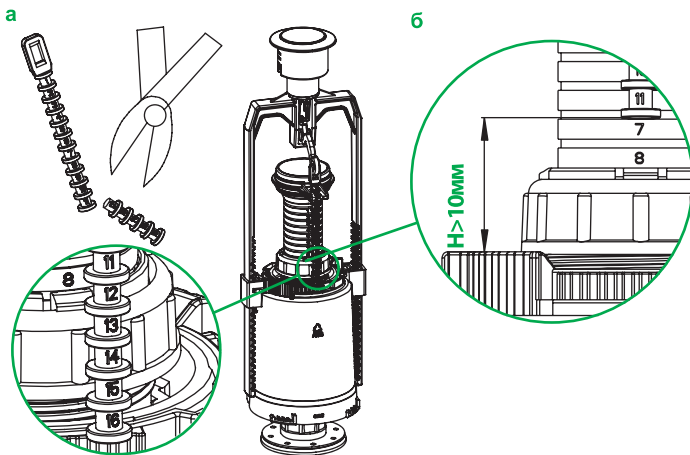

Рис. 12 / 12-сур.
7. Лишнюю длину тяги удалите с помощью кусачек (рис. 12).
**Внимание:** минимальное расстояние от фиксатора коромысла до края стержня (тяги) должно быть не менее 10 мм (рис. 12б).